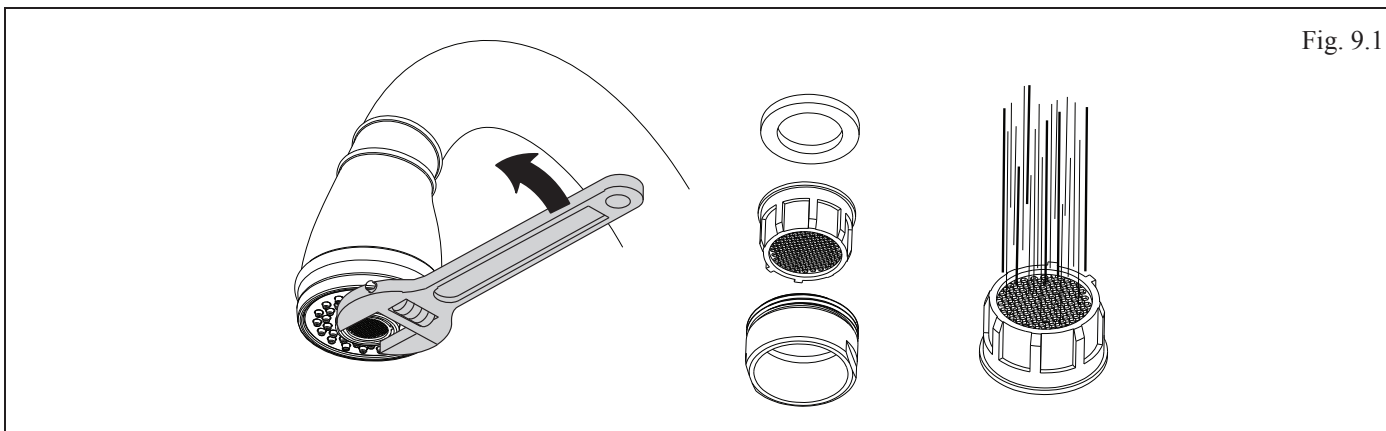

Fig. 9.1
- Dévisser l'aérateur et le rincer (fig. 9.1).
- Unscrew the aerator and rinse it (fig. 9.1).